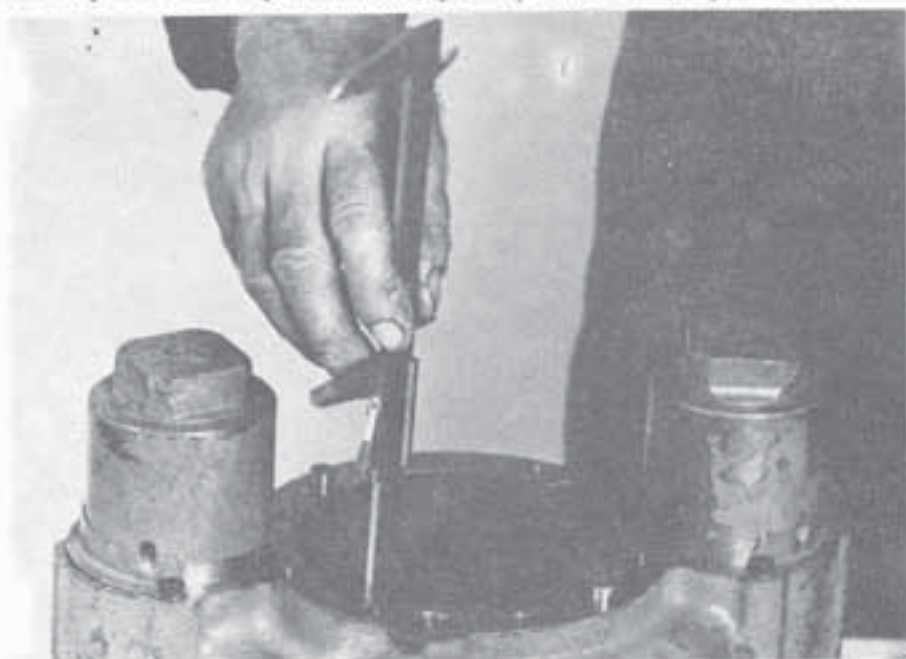

Рис.57.
5. Встав прижимную плиту в наклонную плиту и установи наклонную плиту. примени для этого глубиномер. Наклонная плита должна быть параллельной к поверхности корпуса /поверхность под заднюю крышку - макс. 0,03 мм/. Случайные корректуры провести заворачиванием, или инвертированием сервоцилиндров, пока не будет достигнута требуемая параллельность наклонной плиты. Рис.57.